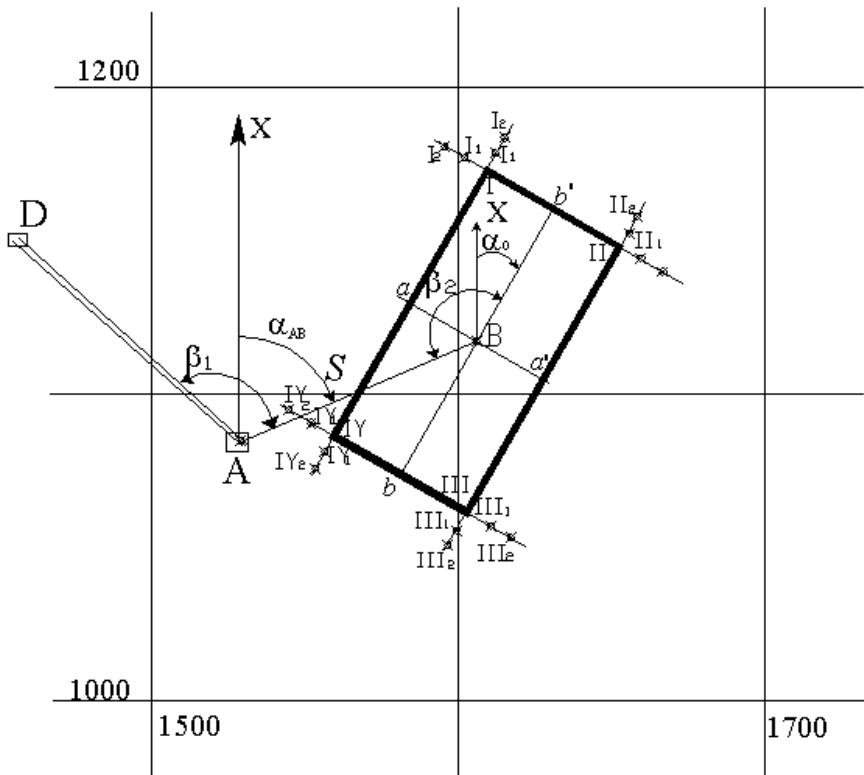

Рисунок 1. Пояснительная схема к проекту разбивки здания на промышленной площадке карьера.
В соответствии с генеральным планом промышленной площадки карьера требуется перенести в натуру здание размером 110x50,0 м. Координаты центра (**B**) здания ( $X_B$ ,  $Y_B$ ) и дирекционный угол ( $\alpha_0$ ) продольной оси здания приведены в таблице 2. Проект разбивки здания составить на миллиметровке в масштабе 1:1000 (см. рисунок 1).
4) Для переноса в натуру центра ( $B$ ) здания устанавливают теодолит в точке  $A$  и от направления  $AD$  откладывают угол  $\beta_1$  затем по направлению  $AB$  стальной рулеткой откладывают горизонтальное проложение  $S$  и фиксируют на промышленной площадке точку  $B$ . (рис.1).
6) Разбивка в натуре углов здания (**I**, **II**, **III**, **IV**) производится от осей здания. Устанавливают теодолит в точке " $a$ ", визируют на точку  $B$  откладывают угол  $90^\circ$  и половину продольного размера здания и закрепляют на площадке точку **I**. Затем откладывают угол  $90^\circ$  в противоположную сторону и половину продольного размера здания и фиксируют в натуре точку **II**. Аналогичным образом закрепляют на промышленной площадке углы здания **III** и **IV**. Контроль разбивки здания осуществляется по створности линий **I**-" $a$ "-**IV** и **II**-" $a'$ "-**III**(см. рисунок 1). При этом отклонение от створа не должно превышать  $\pm 5$  мм.
7) Закрепление строительных осей стен здания производится методом створной выноски. Каждая из четырех осей здания закрепляется 4 пунктами - по 2 пункта с каждой стороны (см. рисунок 1).